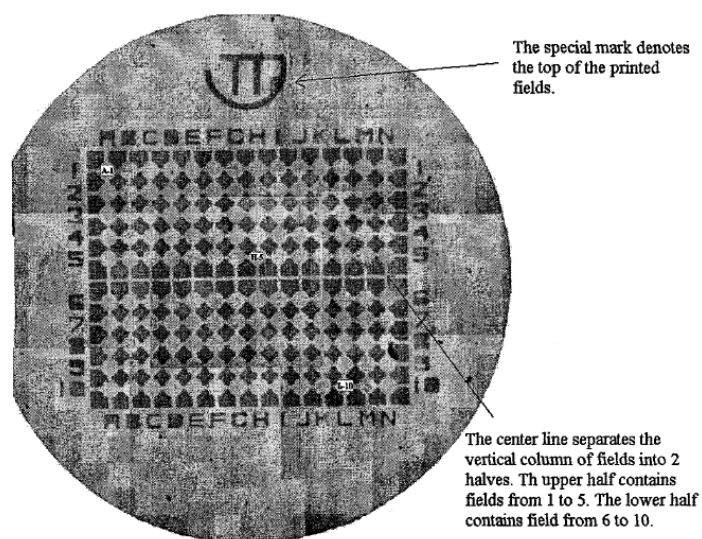

fig.3 視野の指定（横軸（A~N）、縦軸（1~10）の座標で視野を決める）
- e) G1 をみつける。fig.3 のように、金蒸着が施された領域には 14 列・10 行から成る 140 の円形の視野がある。正確に再現可能な直径 $100\mu\text{m}$ の円形視野は縦・横座標で、A1・H5・L10 のように指定される。